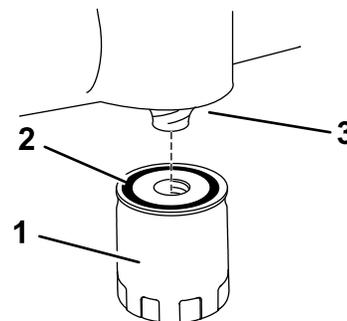

Figure 32
14. Posez le filtre à huile de rechange sur le socle de montage. Tournez le filtre dans le sens horaire jusqu'à ce que le joint soit en appui contre le socle, puis donnez de 2/3 à 1 tour supplémentaire (Figure 32).